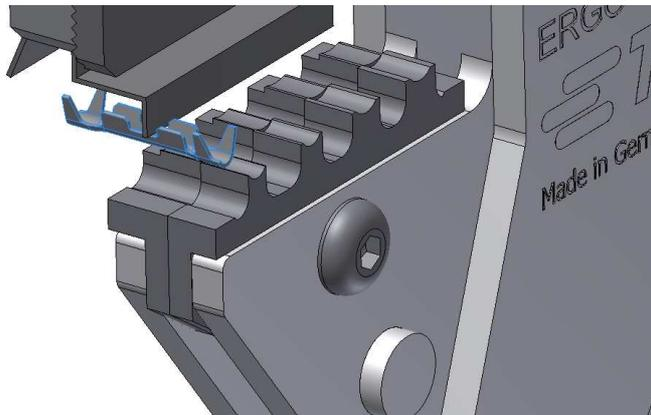

Abb. 7 : Kontakt positionieren
- Legen Sie den Kontakt positioniert wie in Abb. 7 in die untere Matrize ein.